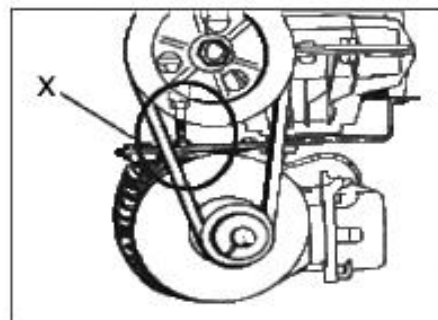

Рисунок 18
- С помощью специального регулировочного болта X отрегулируйте натяжение приводного ремня (рисунок 18).